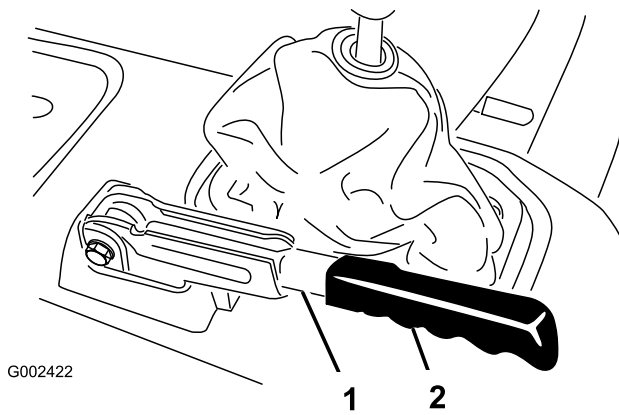

Figura 73
1. Togliete l'impugnatura di gomma dalla leva del freno di stazionamento (Figura 73)